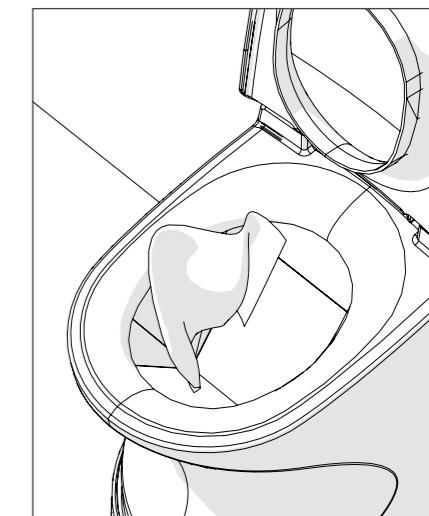

Fig. 8
3. Nettoyez l'intérieur de la cuvette avec un chiffon humide (fig. 8). Vous pouvez utiliser du papier absorbant qui pourra être jeté dans la chambre de combustion après le nettoyage. Abaissez ensuite l'abattant. Le volet de la chambre de combustion se ferme.